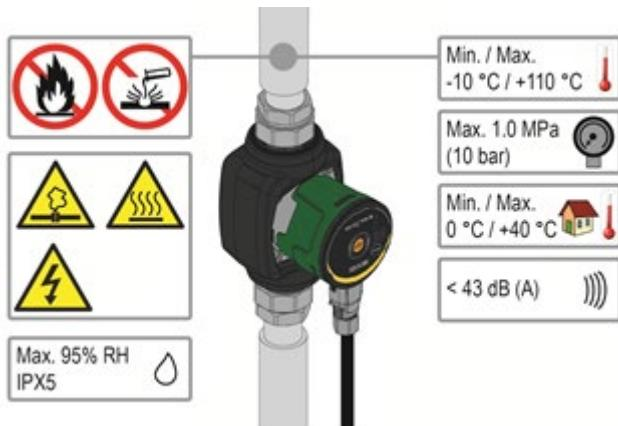

Рисунок 1: Перекачиваемые жидкости, предупреждения и условия эксплуатации
Стрелки на корпусе насоса указывают направление потока через насос. См. Рис. 1, поз.
- Вставьте две прокладки при установке насоса в трубу. См. Рис. 1, поз. В.
- Установите насос с коленчатым валом горизонтально. См. Рис. 1, поз. С.